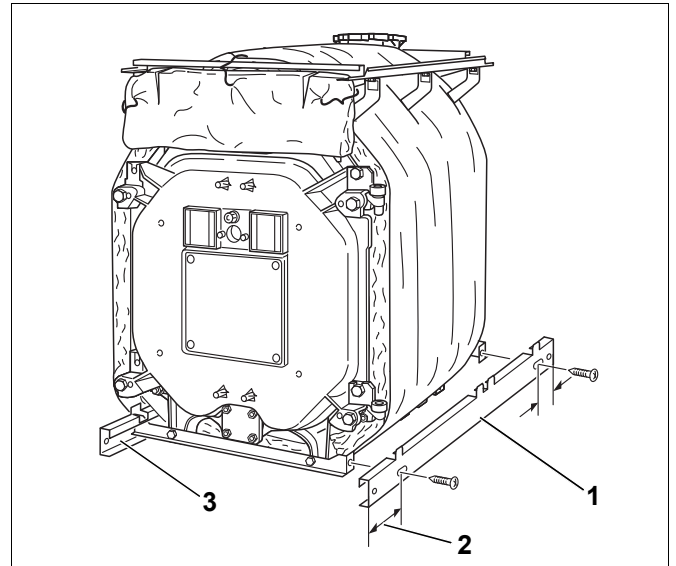

Рис. 47 Установка боковых цокольных планок
- ▶ Приставьте цокольные планки (рис. 47, [1] и [3]) к нижней поперечной траверсе так, чтобы их длинная выступающая часть была направлена вперёд (рис. 47, [2]).